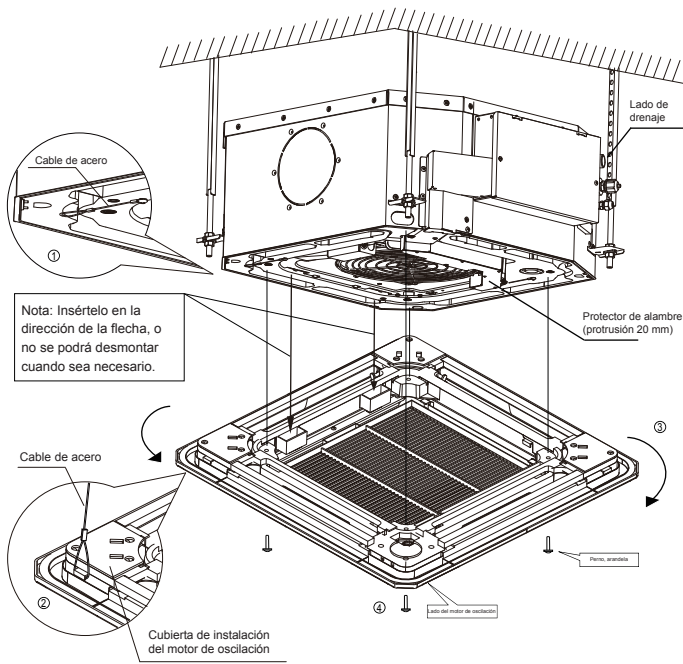

Imagen 3.14
- (1) Alinee el panel con el cuerpo de la unidad en la dirección indicada por la flecha (consulte la Imagen 3.14).
- (2) Al realizar el montaje, asegure las dos cuerdas de acero fijas en el cuerpo de la unidad a los ganchos de la cubierta de instalación del motor de oscilación en el panel (consulte la Imagen 3.14, ① y ②).
- (3) Conecte los cables del motor de oscilación y la caja de indicadores desde el panel a las conexiones correspondientes en el cuerpo de la unidad, respectivamente. Tenga cuidado de usar una cubierta protectora para envolver los terminales de conexión. Use un accesorio fiable para asegurar y reforzar el aislamiento de seguridad de los terminales.
- (4) Instale y asegure el panel en el cuerpo de la unidad con pernos (M5 x 20) y arandelas (consulte la Imagen 3.14, ④). Tenga en cuenta que la cubierta de instalación del motor de oscilación debe hundirse en la bandeja de drenaje correspondiente.
- (5) Ajuste los cuatro tornillos del gancho del panel para mantener el panel nivelado y levántelo uniformemente hasta el techo.
- (6) Ajuste el panel ligeramente en la dirección indicada por la flecha (consulte la Imagen 3.14, ③), de modo que el centro del panel quede alineado con el centro de la abertura del techo. Verifique que los ganchos en las cuatro esquinas estén seguros en sus posiciones.